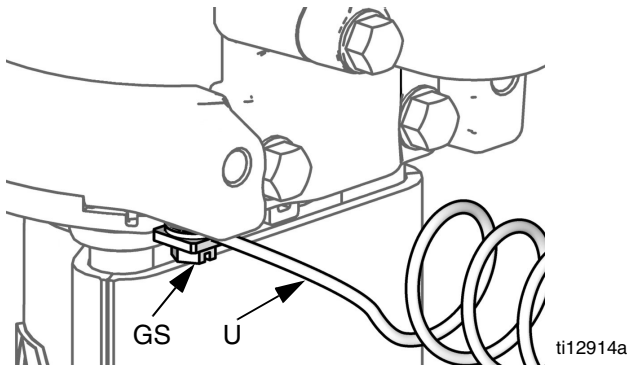

FIG. 2: Filo di terra
Vedere FIG. 2. Verificare che la vite di terra (GS) sia fissata e avvitata saldamente al motore pneumatico. Collegare l'altra estremità del filo di terra (U) a una presa di terra funzionante.